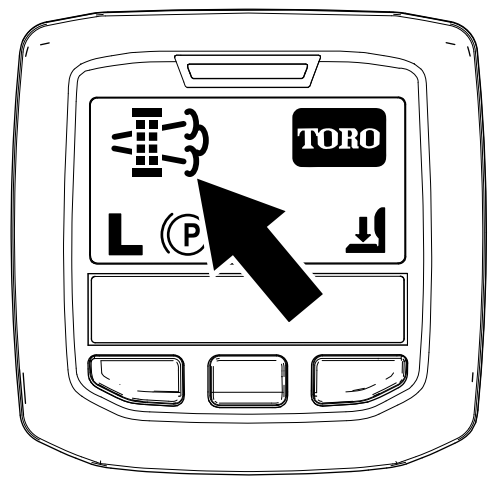

図 43
- 駐車再生やリカバリ再生が必要になると、インフォセンターに再生要求アイコン 図 43 が表示されます。